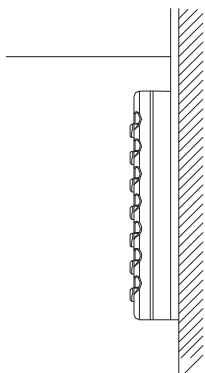
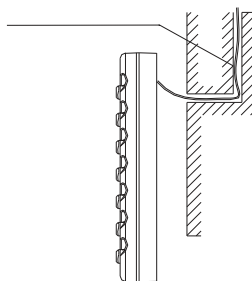

Рис.10.2 Открытый монтаж кабелей
Рис.10.3 Скрытый монтаж кабелей
- 4) При открытом монтаже линии связи используйте металлическую трубку и углубите ее в стену (См.Рис.10.2). При скрытом монтаже линии связи металлическая трубка может быть использована (См. Рис.10.3).